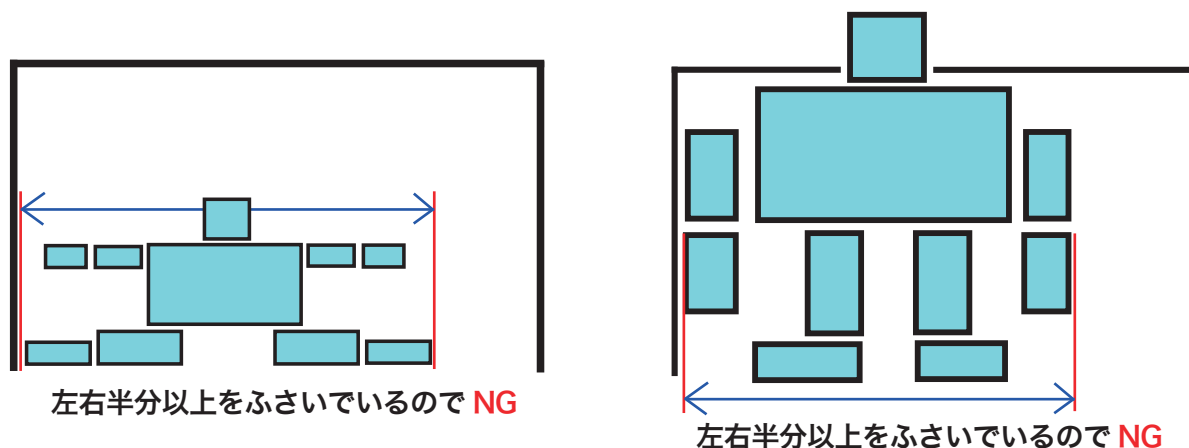

図2：姿勢並びに機体構成について ※2009.07.31 追記
4. キーパーを務める機体については、ゴールの左右半分以上の面積をふさがらないような姿勢並びに機体構成(図2参照)にすること。(途中交代する場合の機体も同様)